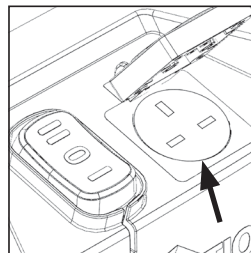

FIG. 1
- Conectați ștecărul unelei electrice la priza aspiratorului de pe unitatea principală. (Fig. 1)